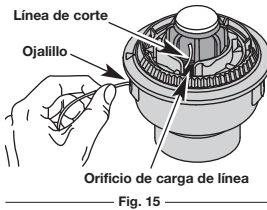

Fig. 15
3. Saque la línea vieja por los orificios de carga y de cierre de línea (Fig. 15 y 16).
4. Inserte una pieza de línea de corte dentro de uno de los ojalllos de la bobina exterior. Páselo hacia arriba a través del orificio de carga del carrete interior (Fig. 15). No doble la línea al insertarla en el ojalllo.